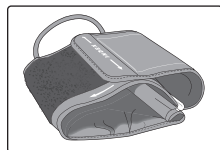

Fig. 2
4. Abra el brazalete desenrollando, para que se abra el brazalete sin tener que desenrollarlo totalmente, creando un cilindro, Fig 2. No extienda el brazalete más allá de la barra de metal.